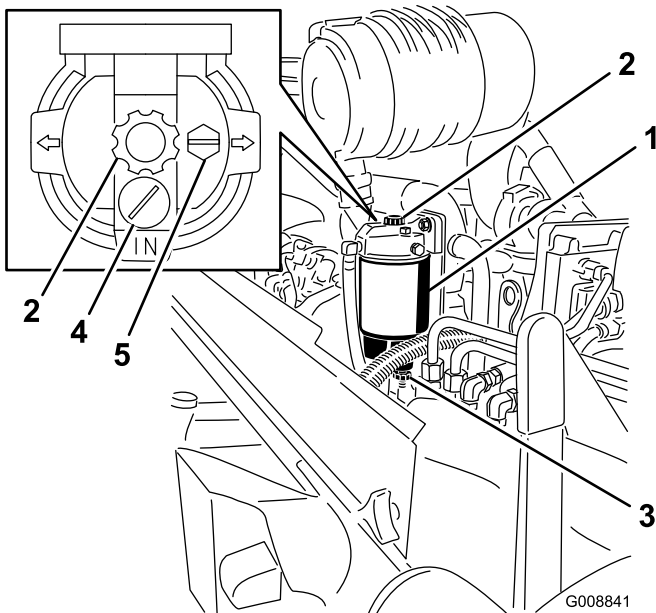

図 64
1. 燃料フィルタの下に汚れのない容器をおく（図 64）。
2. ドレンプラグを開き、ポンプを作動させて、たまっている異物を容器に出す（図 64）。
2. ベントプラグをゆるめるとドレンプラグが開き、燃料とともにたまっていた異物がでてくる (図 64)。